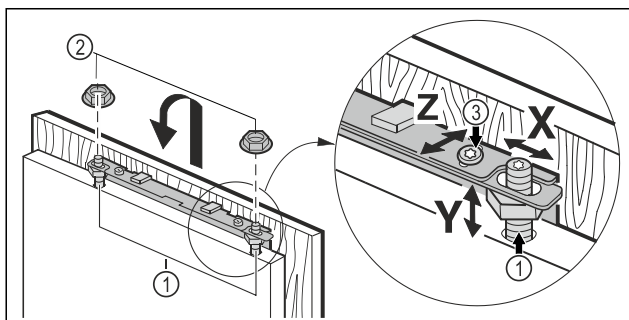

Fig. 43
- Uzkariniet mēbeles durvis uz regulējošām skrūvēm Fig. 43 (1) un vaļīgi uzskrūvējiet pretuzgriežņus Fig. 43 (2) uz regulējošām skrūvēm.
- Nolīmeņojiet mēbeles durvis augstumā Y un sānu slīpumā: Iestatiet regulējošās skrūves Fig. 43 (1) ar skrūvgriezi.
- Pievelciet pretuzgriežņus Fig. 43 (3).